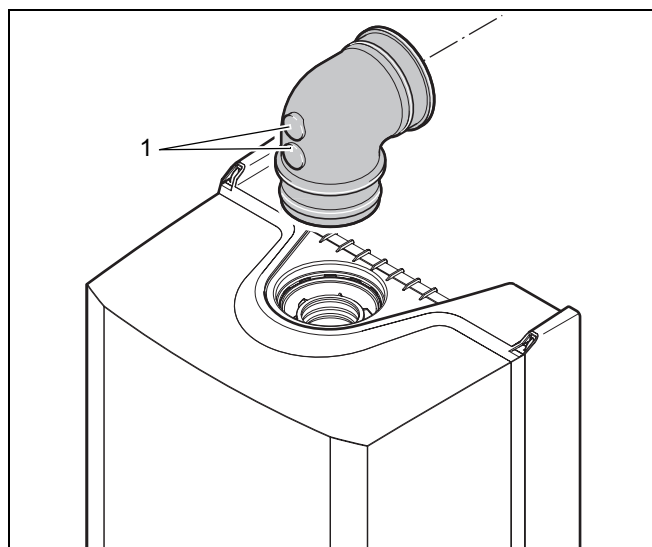

Fig. 13 Puncte de măsură la curba de gaze arse
- Montarea curbei de gaze arse pe adaptorul de gaze arse (Fig. 13).